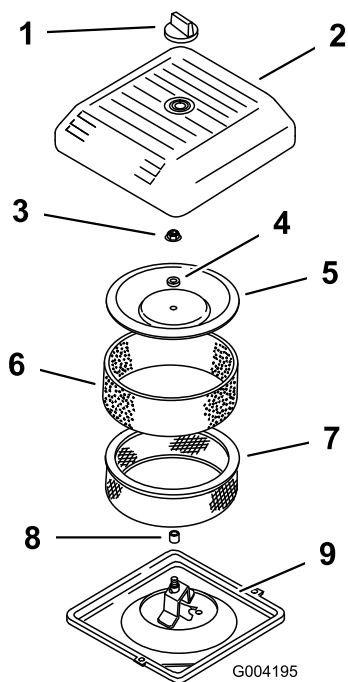

Figure 39
3. Dévissez le bouton et déposez le couvercle du filtre à air (Figure 39).
- Sortez délicatement le préfiltre en mousse de l'élément en papier (Figure 39).
- Dévissez l'écrou du couvercle de protection et déposez le couvercle, l'entretoise et l'élément en papier (Figure 39).
- Posez le filtre à air sur sa base (Figure 39).
- Montez le couvercle, avec l'entretoise, et fixez-le en place avec l'écrou (Figure 39). Serrez l'écrou à 11 N·m.
- Reposez le couvercle du filtre à air et fixez-le en place avec le bouton (Figure 39).